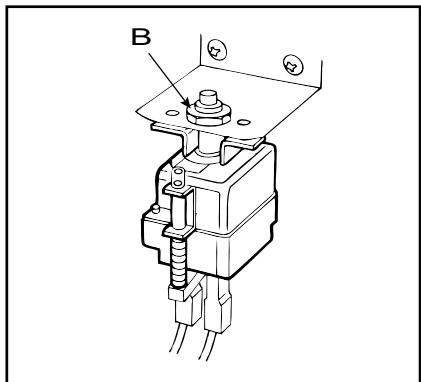

fig. 8
- Sfilare i fili dei termostati e svitare il fissaggio (**B** - fig. 8) del termostato di sicurezza o le viti del termostato di cottura fissato nel retro del pannello comandi;